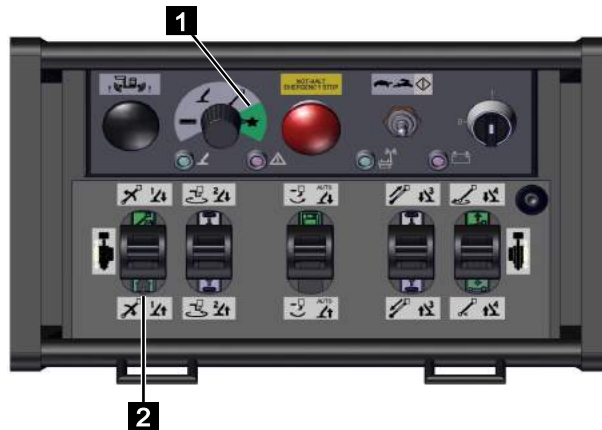

Fig. 146
2. Placer le sélecteur de fonction (Fig.146/1) sur [Fonction spéciale] (vert).
3. Tirer le levier de commande (Fig.146/2) vers l'arrière et le maintenir dans cette position jusqu'à ce que la structure de la plateforme ait atteint la position de transport.